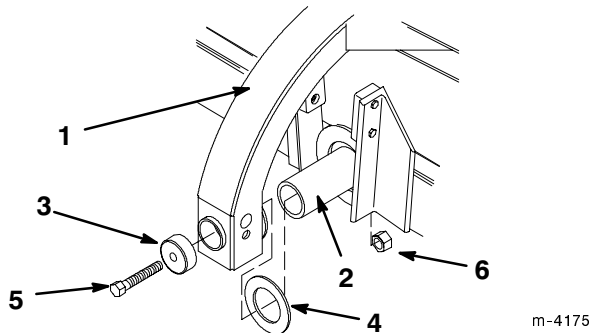

Abbildung 2
1. Druckscheibe und Drehrahmen auf den Schaft an der Rückseite des Besenkopfes schieben (Abb. 2).
2. Den Drehrahmen mit einer Drehkappe, 1,9 cm (3/4") x 26,7 cm (10 1/2") Schraube und 1,9 cm (3/4") Mutter befestigen (Abb. 2).